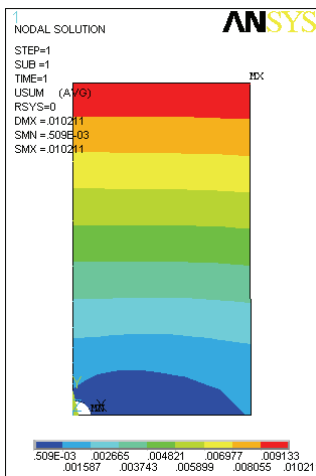

图 7-13 合位移等值线图
2) 选择 Main Menu | General Postproc | Plot Results | Contour Plot | Nodal Solu 命令, 出现 Contour Nodal Solution Data 对话框, 选择 Nodal Solution | DOF Solution | Displacement vector sum, 单击 OK 按钮, ANSYS 窗口将显示如图 7-13 所示的合位移等值线图。